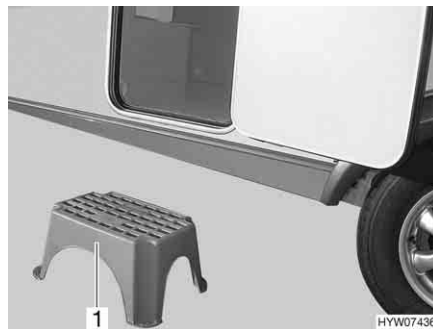

Bild 25 Eintrittsstufe (frei stehend)
- Die Eintrittsstufe (Bild 25,1) vor den Eingang des Caravans stellen.